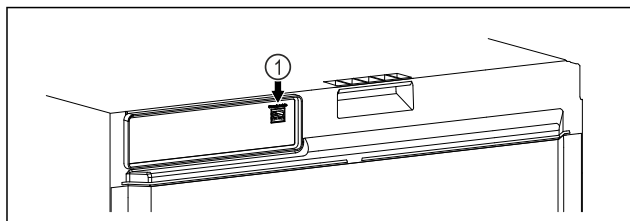

Fig. 109
- ❑ SmartModule Fig. 109 (1) is geplaatst.